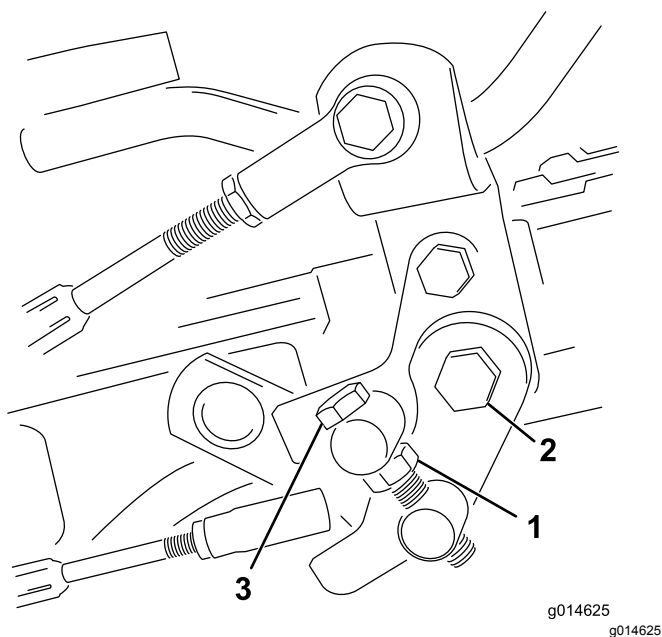

Figura 35
1. Liberte a porca de retenção do parafuso do eixo (Figura 35).
4. Aperte a porca de retenção no parafuso do eixo e a porca na articulação do pedal para bloquear o ajuste (Figura 35). Verifique o ajuste e ajuste se for necessário.